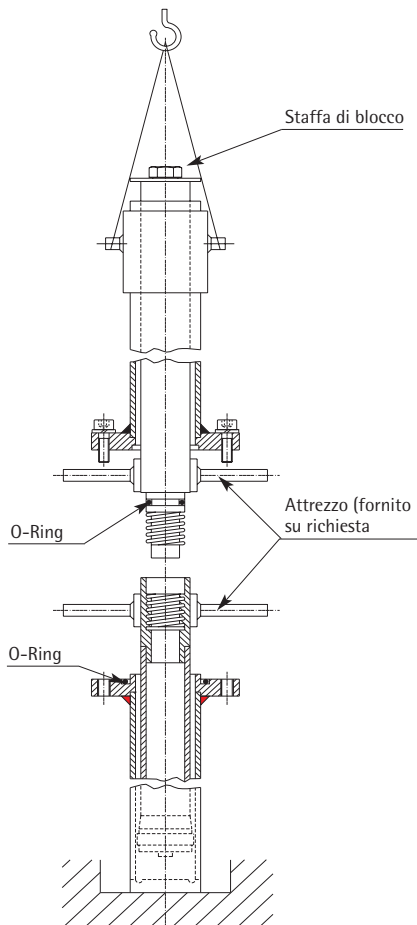

Fig. 7 Cilindro in due pezzi con avvitatori
Gli speciali avvitatori (vedi Fig. 7 a pag. D840M3L.017) o altri attrezzi ben isolati con della gomma, devono essere fissati alla metà inferiore dello stelo in posizione orizzontale, prima di alzare il cilindro in verticale.
- Per il montaggio dei due pezzi seguire le istruzioni seguenti (vedi Fig. 7 e 8 a pag. D840M3L.017):